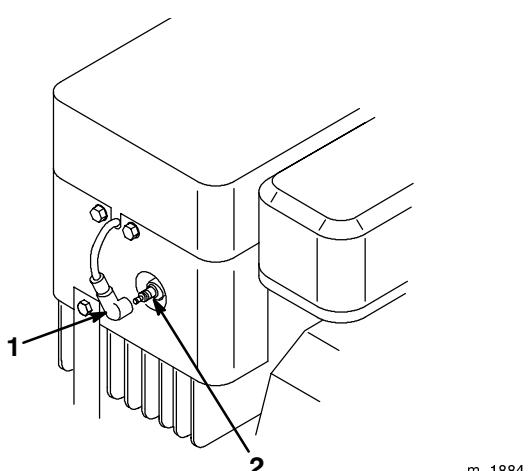

Figure 22
3. Débrancher le fil de la bougie (Fig. 22). Nettoyer tout autour de la bougie pour éviter l'introduction de saleté dommageable dans le moteur.
3. Reconnecter le fil à la bougie (Fig. 22).